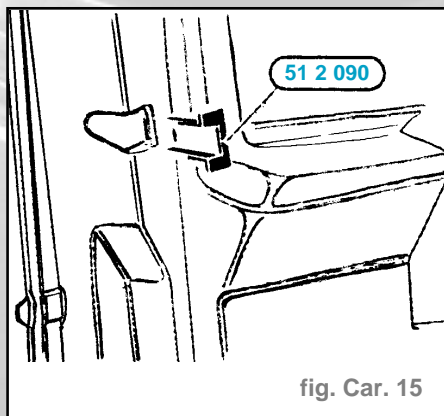

fig. Car. 15
- Hauteur de la porte (1) : **à fleur**.
- Différence de niveau (2) : **0 à 1 mm**
- Introduire l'outil spécial (gabarit) **51 2 090** dans la serrure (fig. Car. 15).
- Introduire l'outil spécial (gabarit) 51 2 090 dans la serrure (fig. Car. 15).